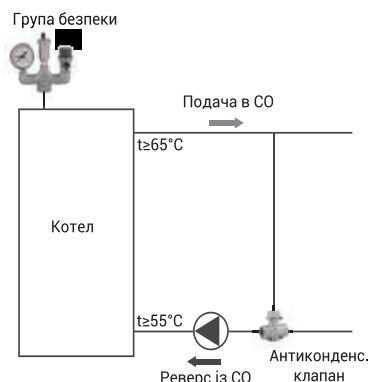
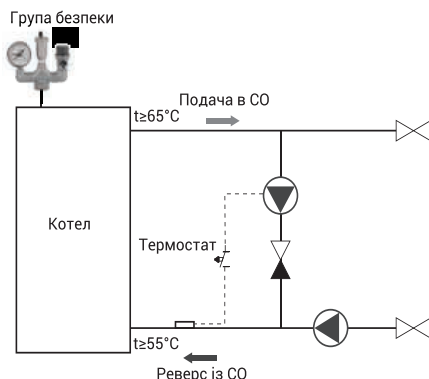
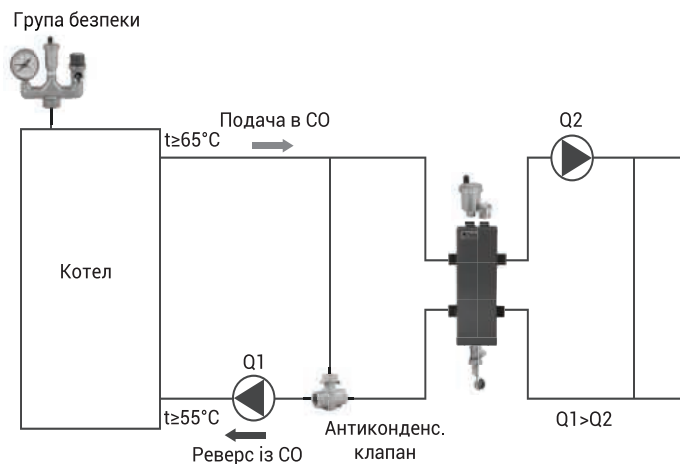

Рис. 2. Схема з байпасом та антиконденсатним клапаном
Рис. 3. Схема з байпасом та насосом
Рис. 4. Схема з гідралічним роздільником
Для правильного під'єднання котла до опалювальної системи необхідно дотримуватися таких умов: температура в котлі не повинна бути нижче 65°C , а температура води на поверненні в котел — не нижче 55°C . Це обумовлено конденсацією водяної пари на холодних стінках котла (так зване потіння котла), що викликає скорочення терміну його служби. Це явище можна попередити, якщо встановити вищу температуру води в котлі і регулюючи температуру в окремих приміщеннях за допомогою термостатичних клапанів або застосування змішувальних систем, наприклад у вигляді обхідного містка (рис. 2), дозуюче-змішувального насоса (рис. 3), гідралічного роздільника (частковий захист) особливо в великих системах центрального опалення з великою кількістю води (рис. 4).
3. Для запобігання утворенню конденсату в котлі необхідно в системі забезпечити температуру води патрубку повернення не нижче 55 °С. Схеми захисту наведені на рис. 2 та рис. 3.